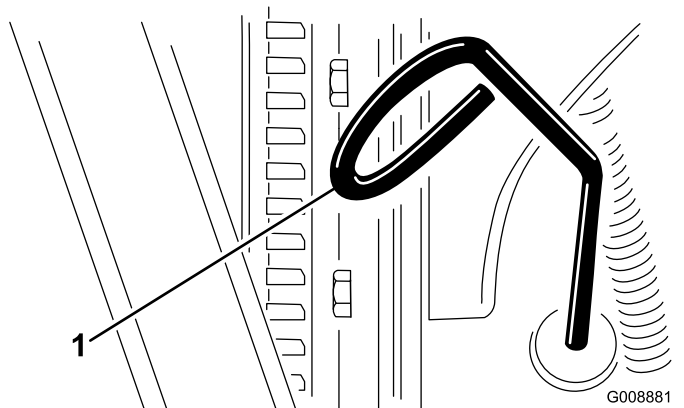

Bild 59
3. Nehmen Sie den Peilstab heraus und wischen Sie ihn ab. Stecken Sie ihn dann ein (Bild 59).